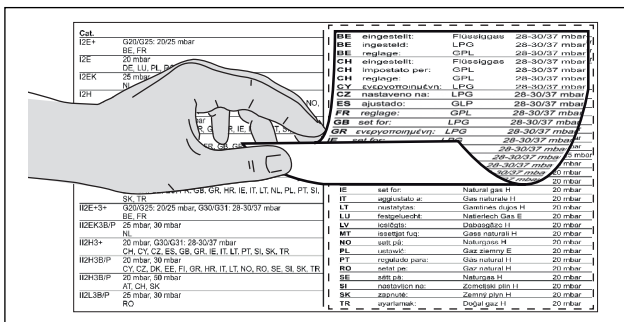

bild 5.27 Klistra fast typskyltarna för munstyckssetet
- ▶ Klistra fast de i leveransen bifogade typskyltarna för munstyckssetet på passande ställe över munstyckssetets typskylt på undersidan av spishällen (se bild 5.27) samt på baksidan av denna bruks- och monteringsanvisning.